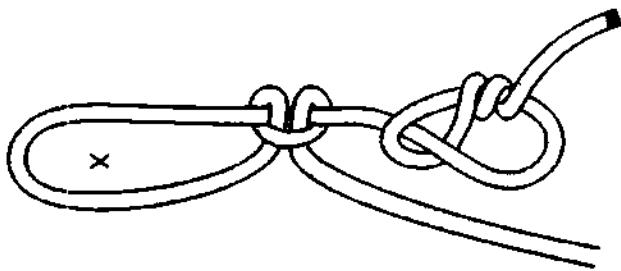

Рис. 160. *Коровья петля* со стопорным узлом *удаёкой*.
**Коровья петля** со стопорным узлом способна выдержать очень большую нагрузку (рис. 160). Узел легко запоминается, быстро вяжется, не затягивается и легко развязывается после использования. После завязывания узел необходимо выпрямить и затянуть. В качестве стопорного узла для петли можно использовать *простой узел*, *восьмёрку* или какой-либо другой стопорный узел. Связав буксирный трос этим узлом, можно вытащить застрявший в грязи или снегу автомобиль.